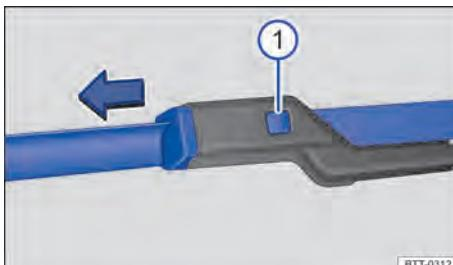

Fig. 163 Substituir as palhetas dos limpadores do para-brisa.
- Manter o botão de destravamento → **Fig. 163** ① pressionado e, ao mesmo tempo, retirar a palheta do limpador do para-brisa no sentido da seta.